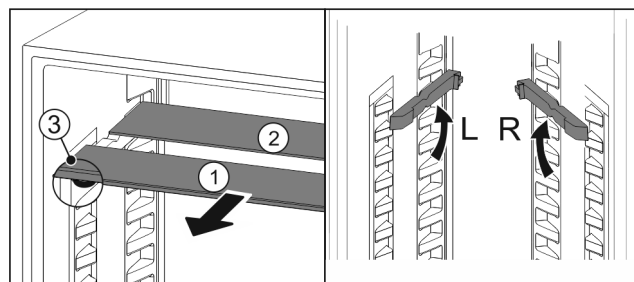

Fig. 58
- estrarre i ripiani di vetro singolarmente tirando in avanti Fig. 58 (1).
- ▷ Il piano in vetro Fig. 58 (1) con il motivo ornamentale è nella parte anteriore.
- ▷ I fermi Fig. 58 (3) sono rivolti verso il basso.